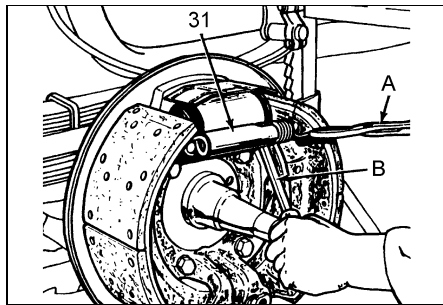

Рисунок 3. Снятие возвратной пружины. А - плоскогубцы, В - отвертка, 31 - возвратная пружина.
5. Снимите возвратную пружину (31) (рисунок 3).
6. Установите возвратную пружину (рисунок 3).